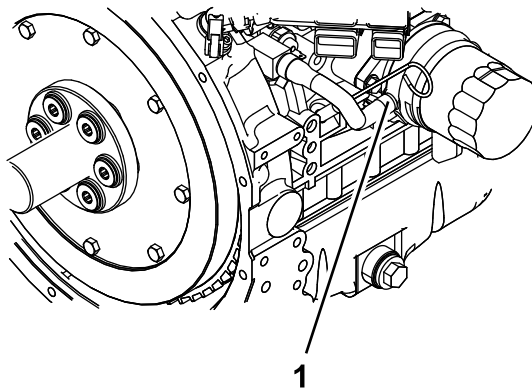

Bild 56
6. Entfernen Sie den Kühlmittelschlauch vom Ölkühler und lassen Sie das Kühlmittel aus dem Motorblock ab (Bild 56).